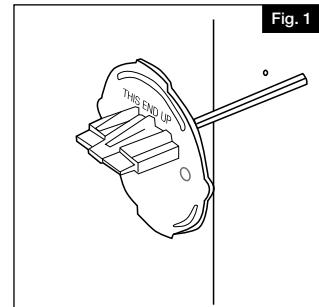

Fig. 1
- 3.** Gire la luz de domo para separar el domo de la parte posterior de la lente. Empuje el cable y la conexión de la parte de la lente de vuelta a través del orificio de  $1/2"$  hasta que la chapa posterior de la luz esté a ras con el poste (Fig. 1).